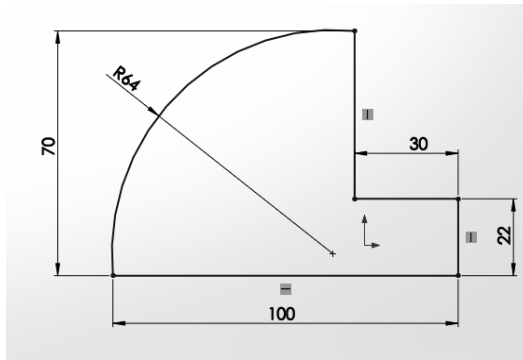

Рисунок 1.1 – Ескіз побудови
- накреслити горизонтальний відрізок, витримуючи розмір (рис. 1.1). Під час побудови відрізка поточна довжина відображається поруч із курсором, але її можна змінити і після побудови;
- продовжити побудову, в результаті отримати ескіз, показаний на рис. 1.1;